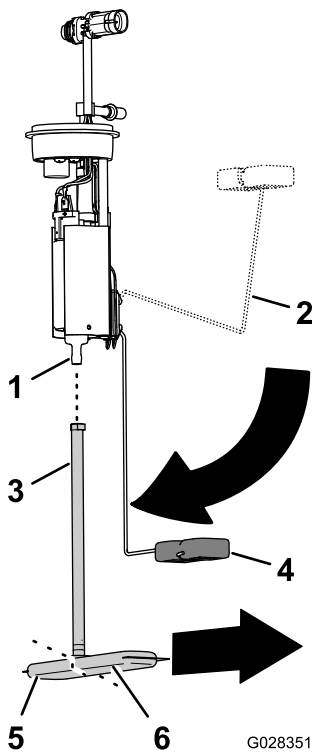

Figure 120
1. Retire el tubo de aspiración del filtro de combustible del conector de la bomba de combustible (Figure 120).
2. Alinee el tubo de aspiración del filtro de combustible nuevo con el conector de la bomba de combustible (Figure 120).
3. Alinee la pata larga del filtro de combustible con el flotador, con el flotador en la posición de vacío (Figure 120).
4. Introduzca el conector de la bomba de combustible en el tubo de aspiración hasta que el conector quede bien asentado (Figure 120).
2. Coloque la bomba de combustible/sensor en el hueco del depósito (Figure 119 y Figure 120).